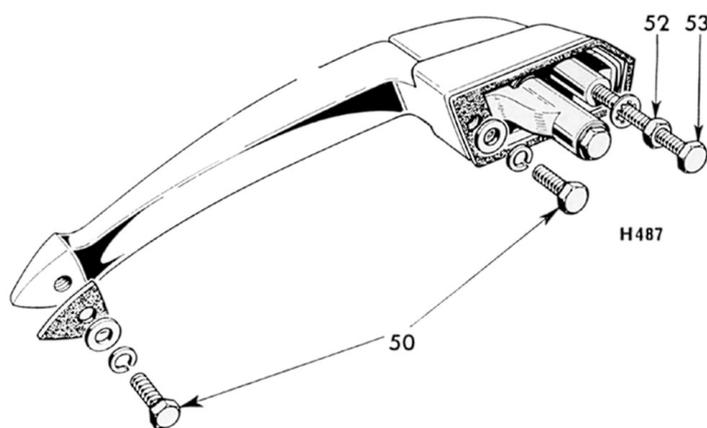

Fig. 40. Réglage du bouton-poussoir (Spitfire Mk. 2 et Mk. 3)
1. Dépose (Fig. 40)
- Remettre en place la poignée de lève-vitre sans la fixer et remonter la vitre à fond. Déposer la poignée en retirant deux vis (50) et rondelles par l'intérieur de la portière.
- Retirer le contre-écrou (52) et visser ou dévisser le boulon (53) selon le besoin. Terminer en resserrant le contre-écrou.